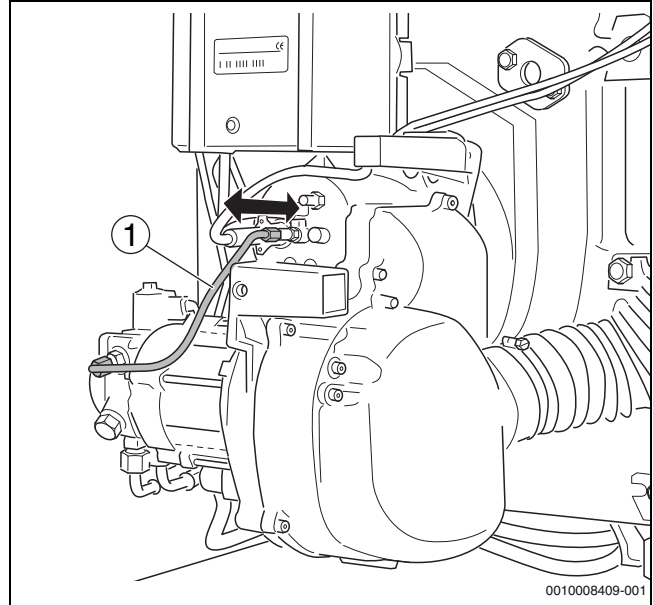

Bild 44 Korrekten Sitz des Mischsystems prüfen (dargestellt: 18-49 kW)
- ▶ Ölzuleitung (→Bild 44, [1]) etwa 5 mm herausziehen.